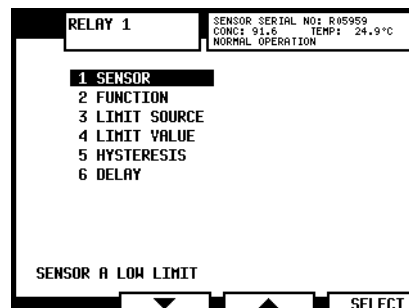

Figura 6.8 Menu de retransmissão para Retransmissão 1
4. No menu relés (veja Figura 6.8) selecione 1 SENSOR para designar o corrente relé para o Sensor A ou Sensor B.
Observação: A corrente designação do relé está mostrada no inferior do display no menu de relé, i.e., Figura 6.8 Relé 1 é designado ao Sensor A com a função Low limit (Alarme de baixo limite).
6. Se você escolher qualquer limite baixo ou alto como função de relé, você terá definido uma origem de limite. Para isto selecione 3 LIMIT SOURCE (*Origem limite*) no menu de relé (Figura 6.8).
7. O **Valor de Limite** é configurado separadamente na seleção de 4 LIMIT VALUE *Valor limite*) no menu de relé (Figura 6.8) e entrando um valor numérico de limite.
8. O valor de **histerese** é escolhido através de 5 HYSTERESIS (*Histerese* no menu de relé (Figura 6.8). O valor indica quão breve o relé abre depois que o processo tiver excedido temporariamente o limite alto ou abaixo do baixo limite. Por exemplo, se o limite alto é 50 e o histerese é 2, o relé não reabrirá até que o processo caia abaixo de 48.
9. Para trocar **tempo de resposta do relé**, selecione 6 DELAY (*Atraso* no menu de relé (Figura 6.8). A demora é determinada em segundos, configuração de fábrica é 10 s.